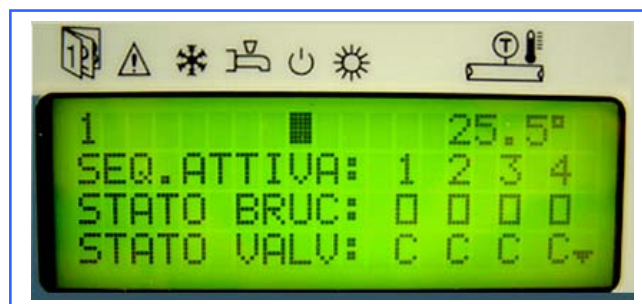

Рис. 3.1
**STAND-BY:** система в режиме ожидания (рис. 3.1). Система перейдет в рабочий режим в случае запроса тепла со стороны контура ГВС. (при замкнутом контакте E 2 - M) или при замкнутом контакте E 1 - M (рис. 1)